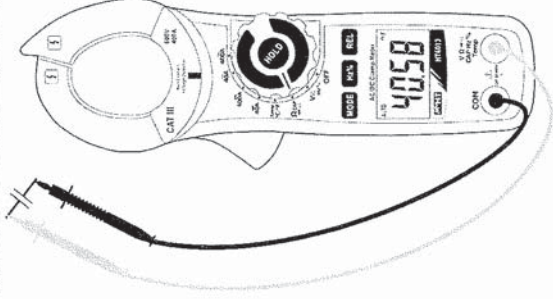

Fig. 6: Uso della pinza per misura di Capacità
4. Posizionare i puntali nei punti desiderati del circuito in esame (Fig. 6). Il valore della capacità verrà visualizzato sul display